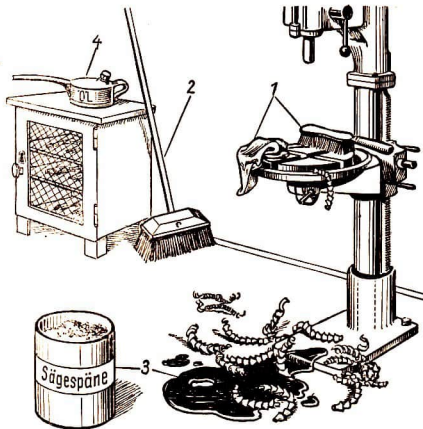

Bild 22
18. Formuliere Regeln für die Ordnung am Arbeitsplatz (siehe Bild 22)!